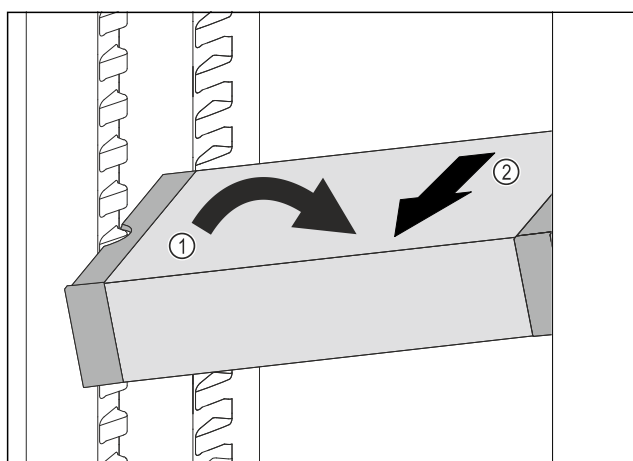

Fig. 149
- VarioSafe im Kühlteil schräg stellen. Fig. 149 (1)
- VarioSafe nach vorne entnehmen. Fig. 149 (2)